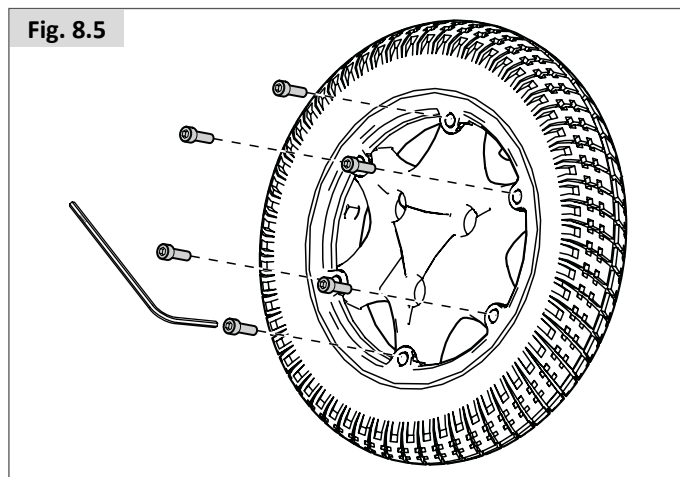

Fig. 8.5
- Hay 6 tornillos en la llanta que necesitan ser aflojados y ajustados siguiendo el orden que se muestra a continuación (Fig. 8.5).
- Utilice una llave Allen de 5 mm para retirar/ajustar los tornillos. (Fig. 8.5).
- Ajuste los tornillos en la misma secuencia mostrada en la Fig. 8.5 procurando no atrapar la cámara.